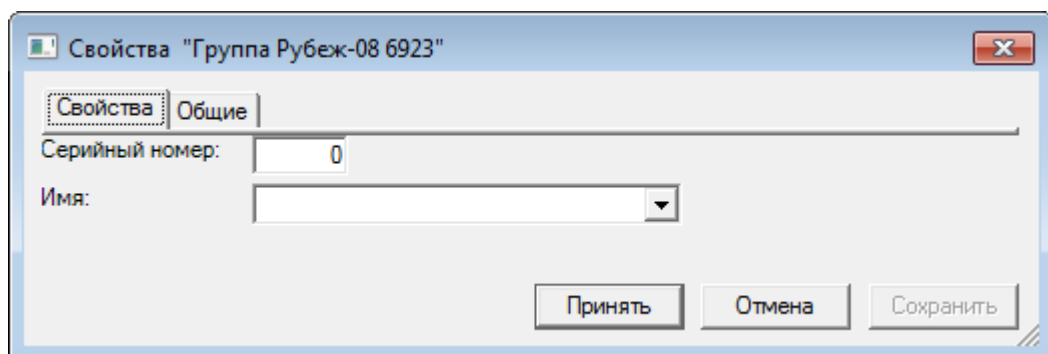

Рисунок 25 — Свойства Группы Рубеж-08
3. На вкладке **Свойства** свойств элемента **Группа Рубеж-08** (рисунок 25) в поле **Серийный номер** введите неизменяемый серийный номер группы (от 1 до 255).